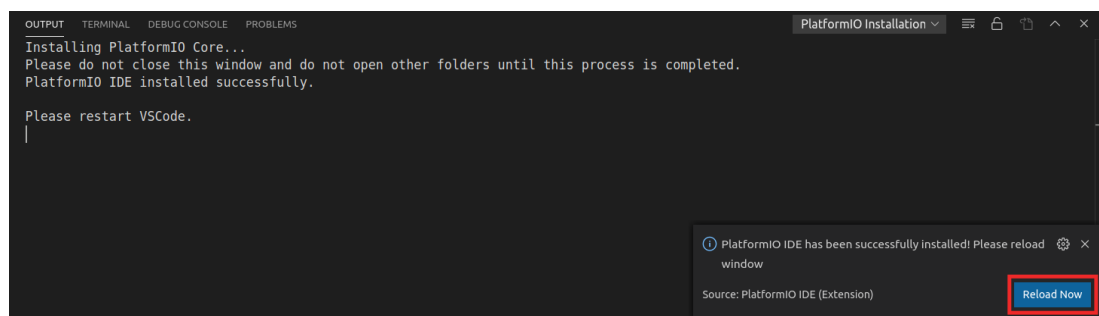

图4. 安装PlatformIO后立即重新载入
- e. 底部的“OUTPUT”（输出）窗口将通知用户有关安装进程的信息。安装完成后，单击窗口右下角的“Reload Now”（立即重新加载），PlatformIO将在VSCode内部完成安装（参见图4）。